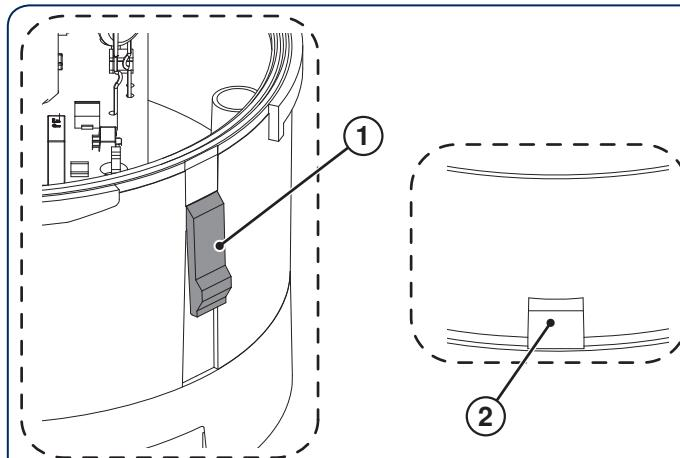
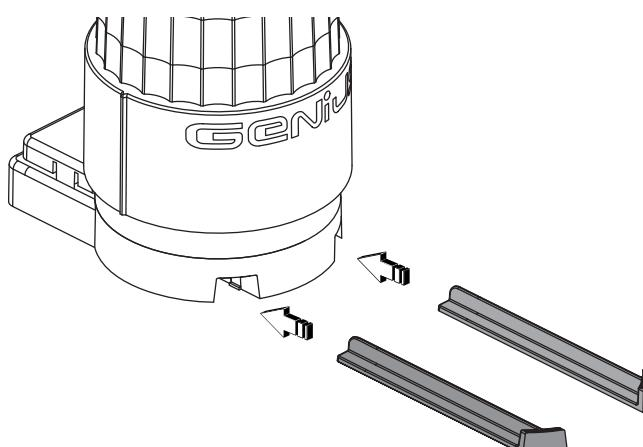

Fig. 10
Fig. 11
<p>⚠ Il fissaggio in posizione orizzontale o capovolto (Fig. 2 rif. ④, ⑤ e ⑥) è consentito solo in luoghi coperti, ad esempio nei box sotterranei.</p> <p>⚠ Per mantenere il grado di protezione IP55 il lampeggiante deve essere installato su di una superficie piana. Il supporto del lampeggiante deve appoggiare in modo uniforme.</p> <p>Il lampeggiante può essere installato in diverse posizioni (Fig. 2), a seconda delle esigenze dell'installazione.</p> <p>Per il montaggio procedere nel seguente modo:</p> <ol style="list-style-type: none"> <li>1. Scegliere la posizione di fissaggio tenendo presente che:           <ol style="list-style-type: none"> <li>a- Deve essere fissato in posizione verticale, ad eccezione dei luoghi coperti (Fig. 2).</li> <li>b- Deve essere visibile da ogni direzione</li> <li>c- Non deve essere coperto da alberi, cartelli o altri oggetti</li> <li>d- Deve essere posizionato nelle immediate vicinanze del cancello</li> </ol> </li> <li>2. Liberare i fori di fissaggio necessari, fig. 2.</li> <li>3. Scegliere la zona di passaggio dei cavi (alimentazione ed eventuale antenna) tra quelle indicate in Fig. 3.</li> </ol> <p>⚠ Le posizioni ① e ② si riferiscono a due fori prefatturati che devono essere aperti.</p> <ol style="list-style-type: none"> <li>4. Infilare il cavo di alimentazione (e dell'antenna se utilizzata).</li> <li>5. Fissare il supporto utilizzando dei tasselli Ø5 (Fig. 4).</li> <li>6. Liberare un foro prefatturato sulla base calotta (Fig. 5 rif. ①).</li> <li>7. Liberare due fori sul passacavo (Fig. 5 rif. ②).</li> </ol> <p>⚠ Il passacavo è predisposto per il passaggio dei soli fili.</p> <ol style="list-style-type: none"> <li>8. Infilare il cavo di alimentazione e collegarlo alla scheda (Fig. 6).</li> <li>9. Fissare la scheda all'interno del supporto calotta.</li> <li>10. Fissare il supporto calotta alla base lampeggiante (Fig. 7).</li> <li>11. Posizionare il supporto antenna (Fig. 8).</li> <li>12. Montare la calotta lampeggiante (Fig. 9):           <ol style="list-style-type: none"> <li>a- Il logo della calotta può essere orientato in quattro differenti posizioni, ogni 90°.</li> <li>b- Posizionare la calotta con il logo orientato nella posizione desiderata.</li> <li>c- Ruotare leggermente in senso antiorario sino a quanto la calotta non entra nella propria sede.</li> </ol> </li> </ol> <p>d- Ruotare in senso orario sino al bloccaggio della calotta.</p> <p>⚠ Sulla base calotta è presente una linguetta di bloccaggio (Fig. 10 rif. ①) che si deve accoppiare con l'incasso ricavato sulla calotta (Fig. 10 rif. ②).</p> <p>13. Montare le due slitte frontali (Fig. 11).</p>	<p>⚠ Sulla base calotta è presente una linguetta di bloccaggio (Fig. 10 rif. ①) che si deve accoppiare con l'incasso ricavato sulla calotta (Fig. 10 rif. ②).</p> <p>13. Montare le due slitte frontali (Fig. 11).</p>